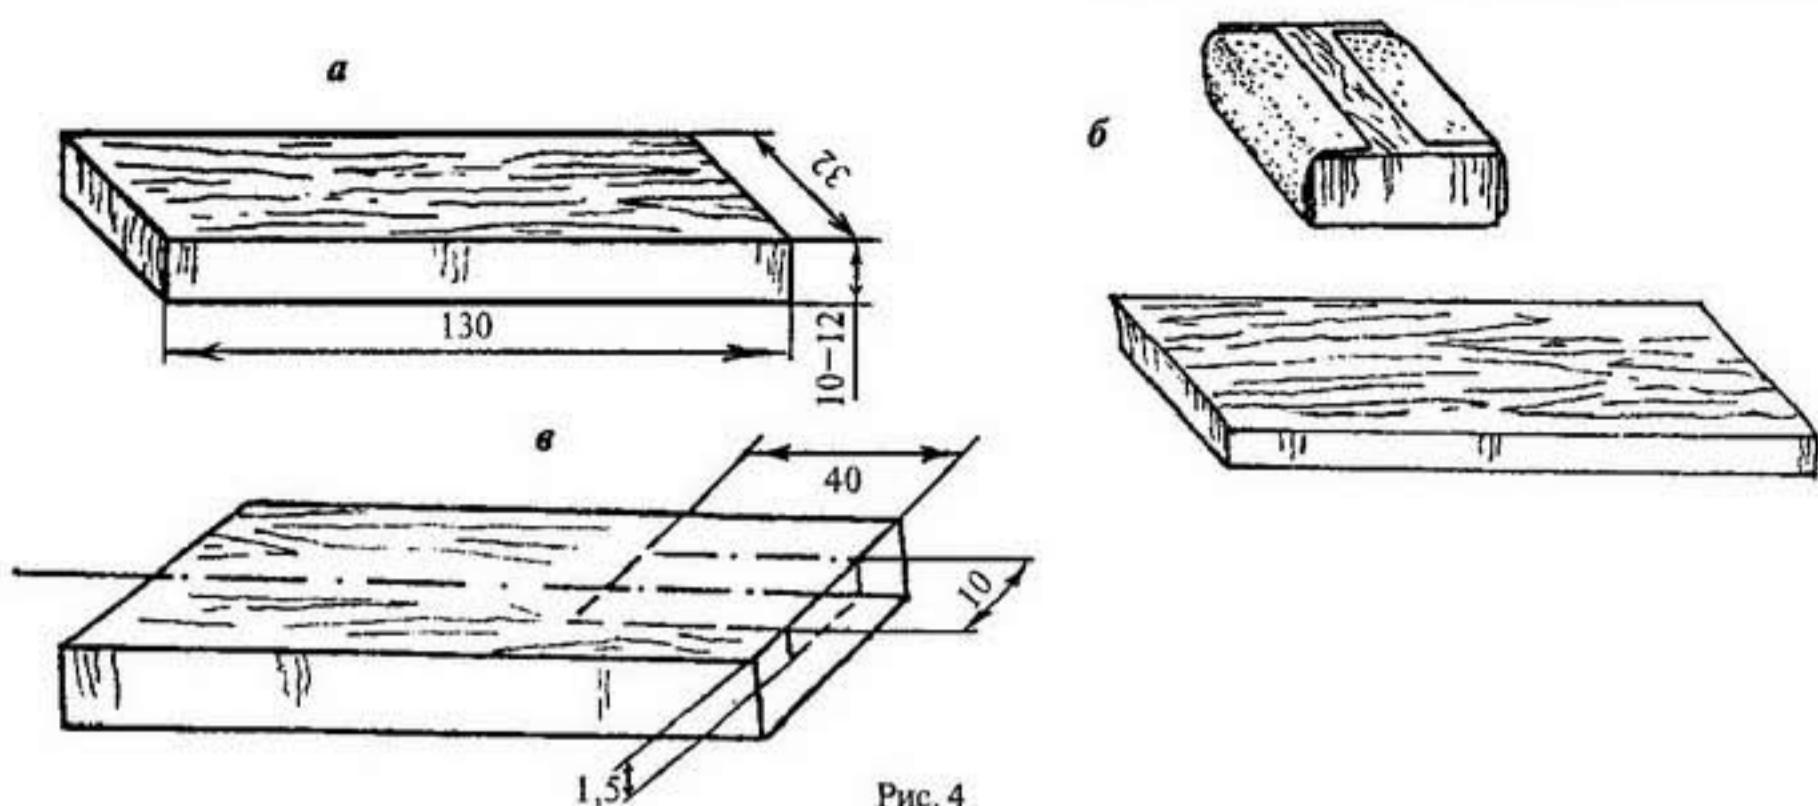
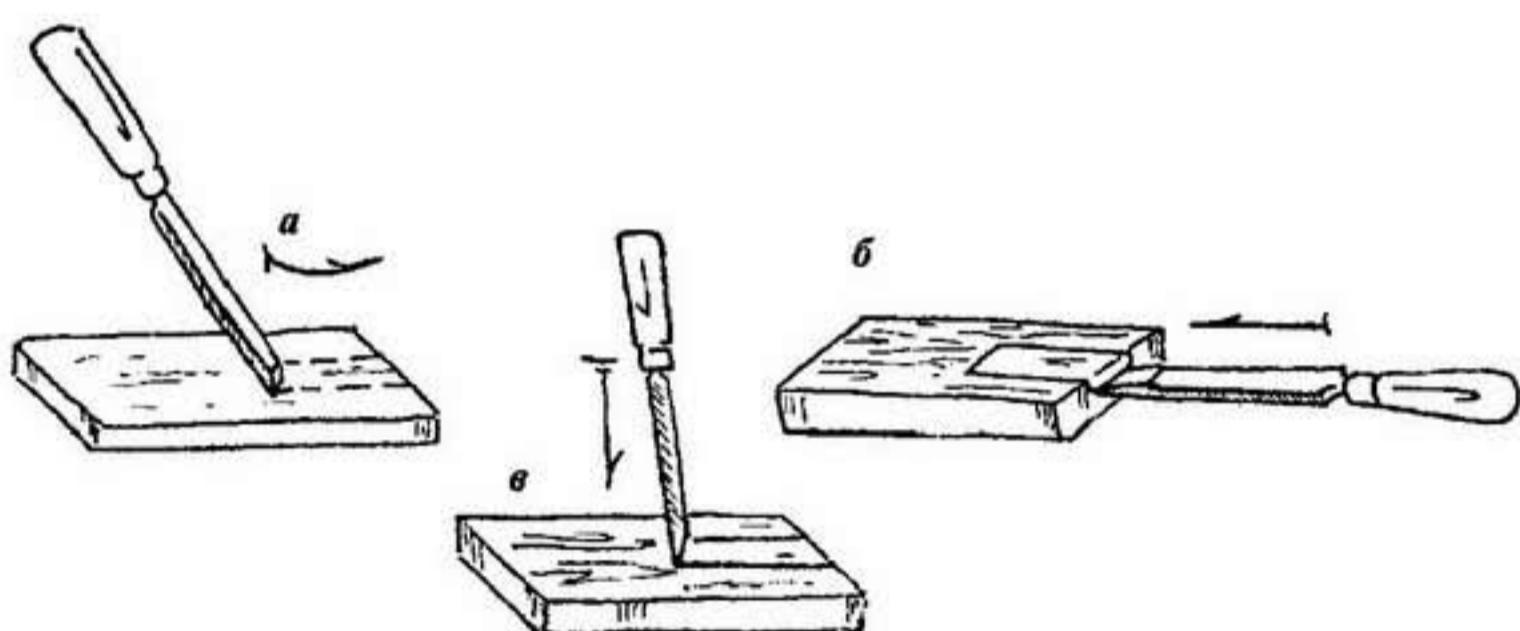

Рис. 4
Рис. 5
2. Выпилите лобзиком или ножовкой две одинаковые заготовки длиной 130 мм, шириной 32 мм (рис. 4, а).
3. Наждачной бумагой («шкуркой»), обернутой вокруг небольшого деревянного бруска, обработайте по одной широкой стороне каждой заготовки. Такой процесс называется шлифованием (рис. 4, б).
4. После этого на отшлифованной стороне одной из заготовок разметьте паз (углубление) под клинок ножа (рис. 4, в), а затем с помощью плоской стамески шириной 10 мм прорежьте его (рис. 5).